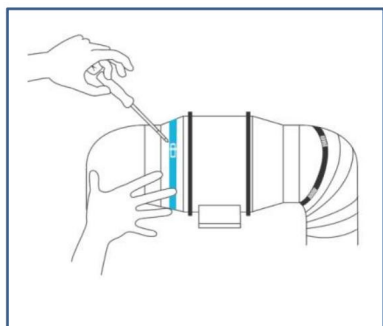

Fig.11.
1. Si vous installez des conduits, achetez un conduit et un collier de serrage appropriés et fixez-les aux deux extrémités du ventilateur pour assurer une étanchéité parfaite. Enfin, serrez le collier de serrage du conduit d'air avec un tournevis. Voir la (Fig. 11.)